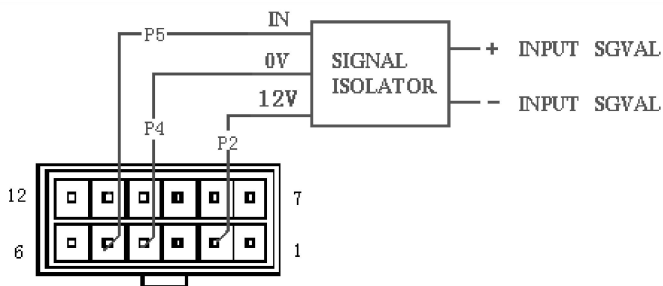

图 7
2、信号隔离器式速度调节与控制器（请选用信号隔离器式控制器）的接线（见图 7）。
使用速度调节信号隔离器按照图 7 所示，在 P2，P4，P5端子之间连接上信号隔离器。